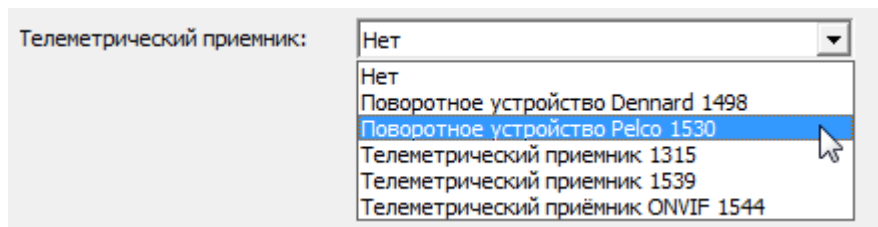

Рисунок 10 — Выбор элемента, соответствующего поворотному устройству видеокамеры
5. На странице свойств элемента выберите вкладку **Телеметрия** (рисунок 10).